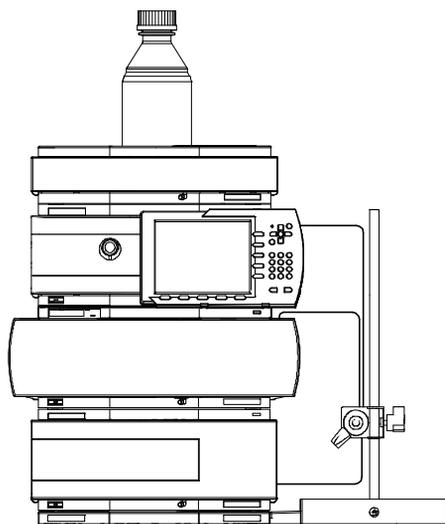

图 4 安装系统
- 5 在手动进样器基板顶部安装其他系统模块（请参见“第 11 页的图 4”）。